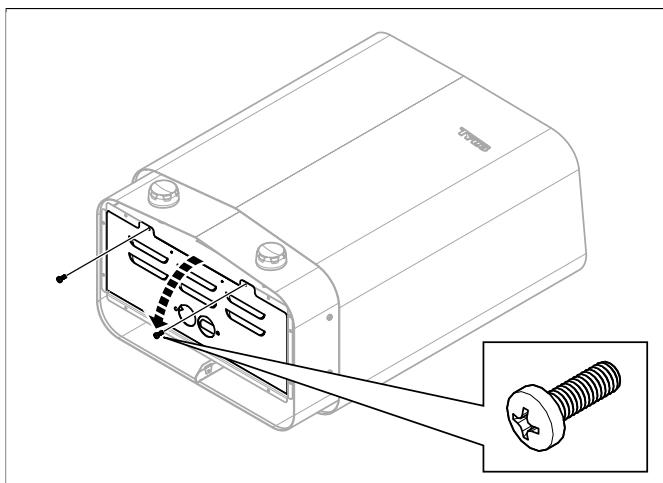

Рисунок 5: Откройте/закройте крышку
2. Ослабьте винты и откройте крышку (см. **Рисунок 5**, страница 3).
6. Закройте крышку и закрутите винты (см. **Рисунок 5**, страница 3).